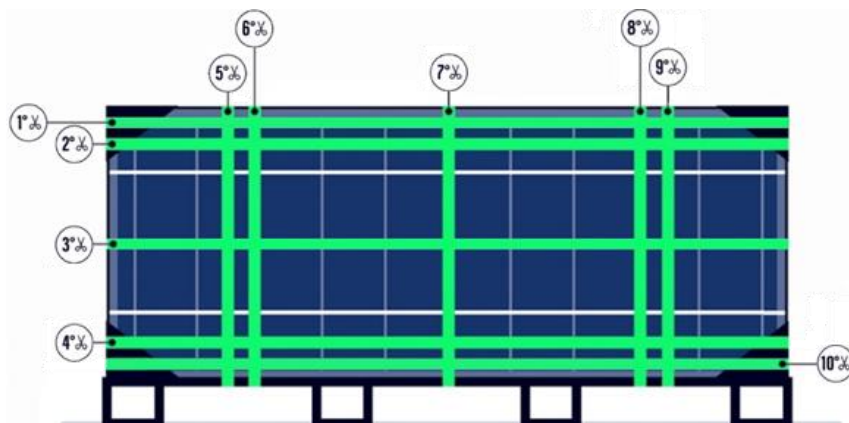

Figura 17: Posizioni delle cinghie interne.
- c) Tagliare le nove delle cinghie interne. Per prima cosa tagliare le cinghie orizzontali #1 #2, #3, #4 (Figura 17), quindi tagliare le cinghie verticali #5, #6, #7, #8, #9, in qualsiasi ordine. Non tagliare la cinghia #10 fino al passaggio "e)".